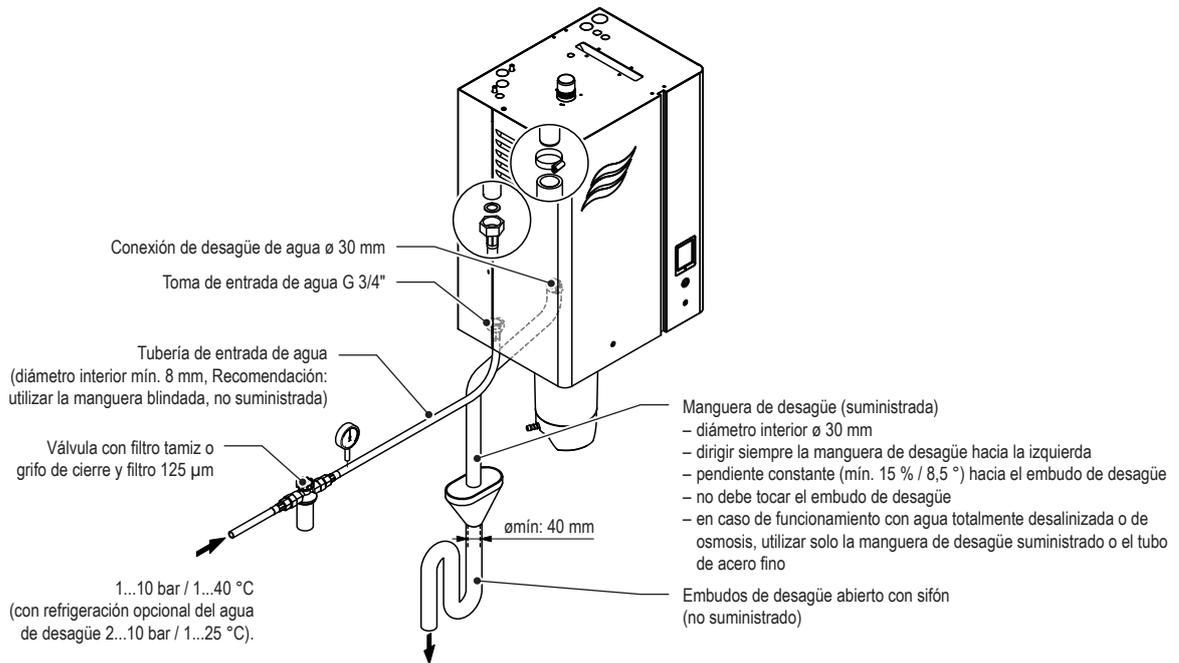

Fig. 21: Resumen de la instalación de agua para equipos individuales pequeños ("S") y medianos ("M")
- Retirar siempre de la conexión de desagüe la manguera de desagüe suministrada hacia la izquierda y dirigir hacia abajo en dirección al embudo de desagüe (véase Fig. 21).